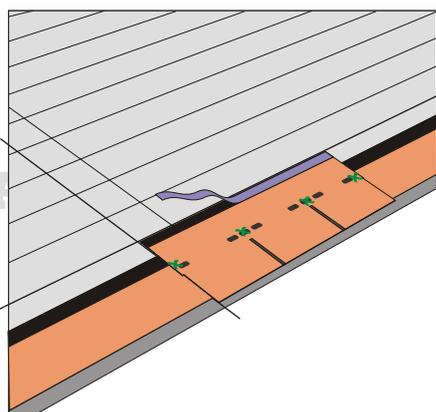

Abb.6 Abziehen des Schutzfilms vom Selbstklebestreifen
- Vor der Verlegung der nächsten Schindelreihe muß der Schutzfilm über den Selbst-Klebestreifen entfernt werden (Abb.6).